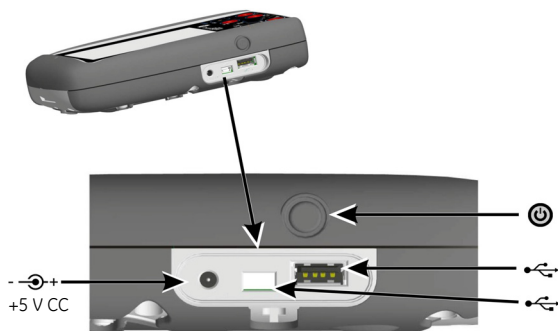

Figura 2, Vista lateral
1. Conecte la fuente de alimentación CC/cargador de batería a la conexión +5 V_{CC} del lateral de la unidad (consulte la Figura 2, Vista lateral).
2. La batería también se puede cargar a través de las conexiones USB (consulte la Figura 2, Vista lateral).
Con la unidad apagada, pulse el botón de encendido (consulte la Figura 2, Vista lateral) hasta que aparezca el tablero.